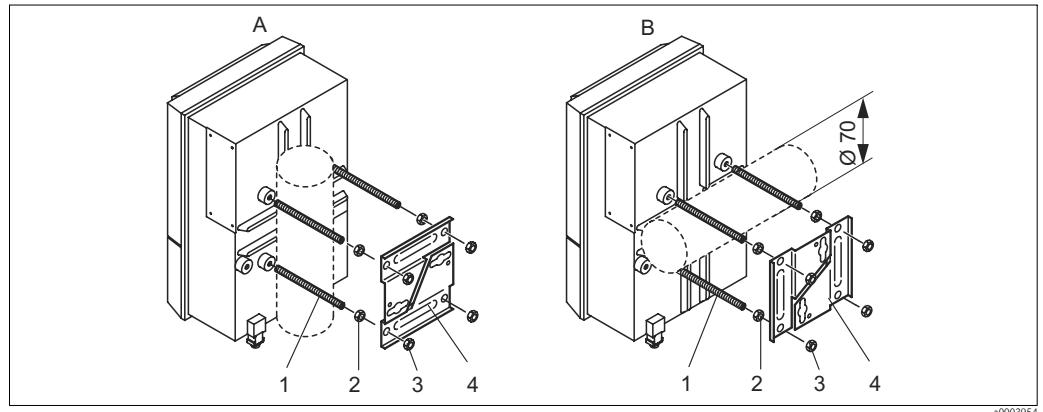

Fig. 13 : Montage sur mât
1. Vissez les quatre vis de fixation (pos. 1) dans les trous filetés sur le transmetteur.
2. Bloquez chacune des vis avec un écrou (pos. 2).
4. Poussez les plaques de fixation (pos. 4) sur les vis de fixation selon la Fig. 13.
5. Bloquez chaque vis avec un écrou (pos. 3) et serrez-les de sorte que le transmetteur soit fermement fixé au mât ou à la conduite.